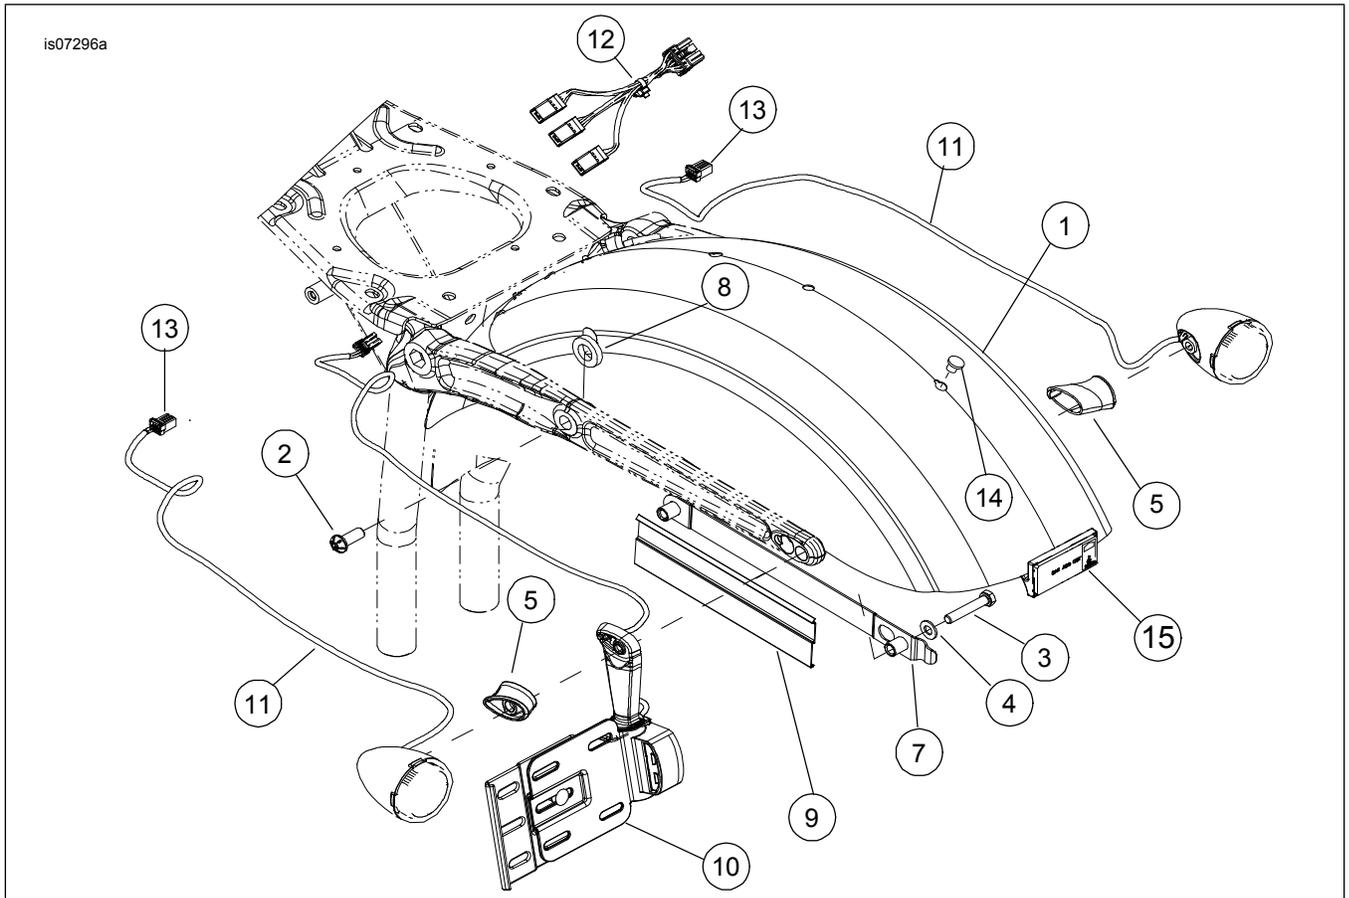

Figure 2. Déposer l'ensemble de plaque d'immatriculation latérale existante
3. Voir Figure 2. Déconnecter le câblage de feu de direction et de l'éclairage de la plaque d'immatriculation du faisceau d'éclairage arrière (12) situé en dessous de la selle.
4. Déposer l'ensemble du feu de direction gauche (11).
5. Retirer la plaque d'immatriculation latérale (10) et la jeter.
6. Déposer l'ensemble feu de direction droit (11).
7. Déposer les vis de montage du garde-boue (2).
8. Déposer les supports de montage du garde-boue (7). Déposer et conserver les gaines de fils en plastique (9).
9. Déposer le réflecteur arrière (15) du bord arrière du garde-boue.
10. Déposer le capuchon en plastique (14) du trou arrière dans le garde-boue.